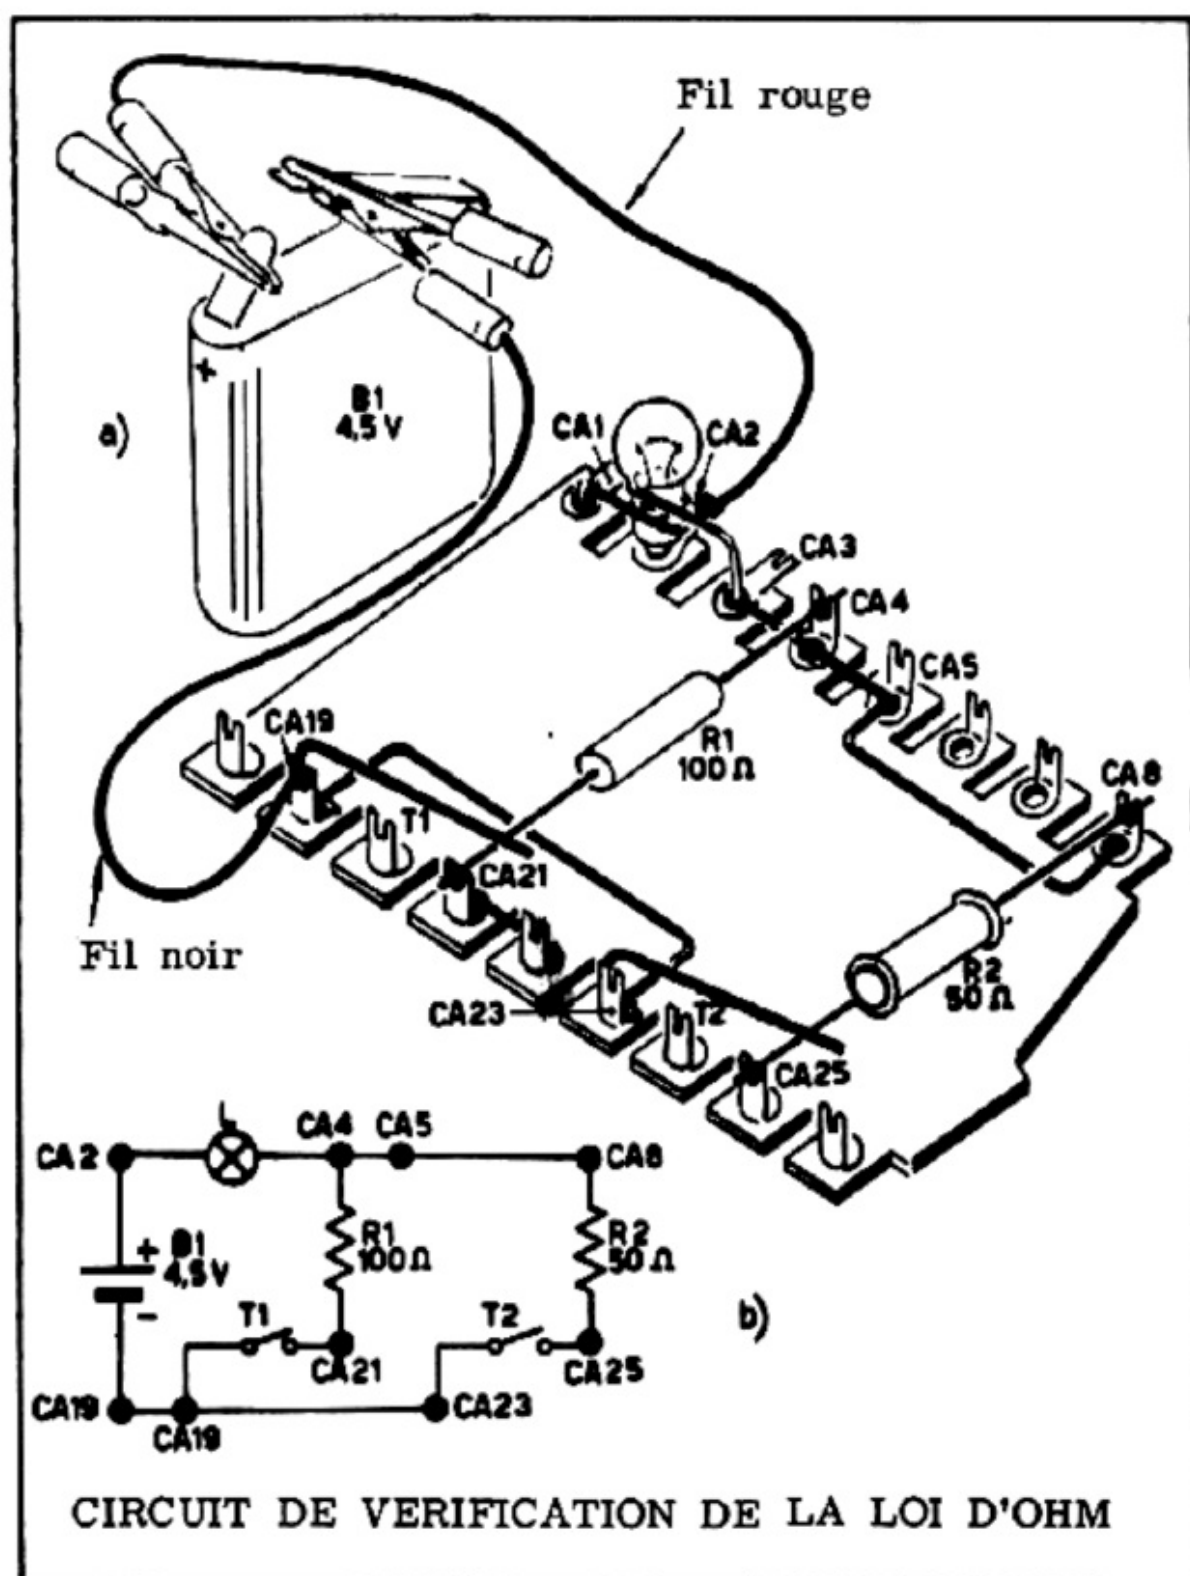

Figure 6
e) Coupez un morceau de fil isolant noir d'une longueur de 5 cm et placez-le comme indiqué *figure 6* entre les oeillets des cosseS CA5 et CA8 ; soudez sur les deux oeillets.
g) Coupez un morceau de fil isolant noir de 6 cm de long, et placez-le comme indiqué *figure 6* entre les oeillets des cosseS CA19 et CA23 ; soudez sur ces deux points.
Le montage est terminé ; le circuit complet est représenté par le schéma pratique *figure 6 - a* et le schéma électrique *figure 6 - b*.